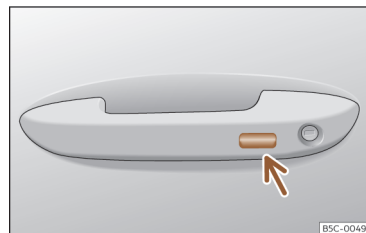

Fig. 83 Manecilla de la puerta: superficie sensora.
- **O BIEN:** mediante el sistema Keyless Access (sólo cierre): Mantenga un dedo durante algunos segundos sobre la superficie sensora de bloqueo >>> **fig. 83** (flecha) de la manecilla de la puerta para que se cierren las ventanillas y el techo. Si deja de tocar la superficie sensora se interrumpe la función de cierre.
Mantenga un dedo durante algunos segundos sobre la superficie sensora de bloqueo >>> **fig. 83** (flecha) de la manecilla de la puerta para que se cierre el techo. Si deja de tocar la superficie sensora se interrumpe la función de cierre.